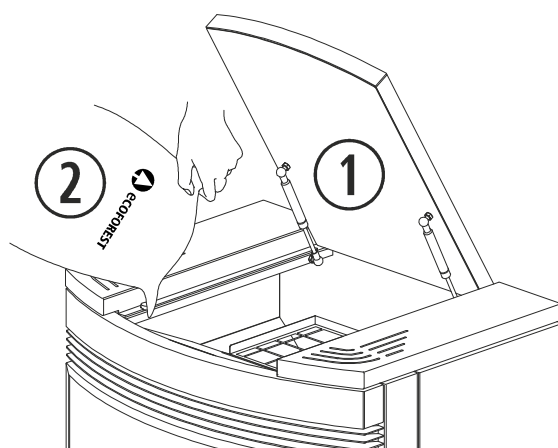

Figura 2
2.12. Per effettuare il rifornimento di carburante nella stufa, dobbiamo aprire il coperchio del serbatoio e svuotare il sacco di carburante, facendo attenzione ad evitare fuoriuscite di carburante. Vedi *figura 2 (ECO III)*.